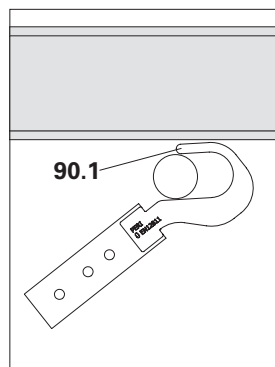

Fig. A11.01a
1. Posizionare l'adattatore per impalcatura sospesa UEH con un angolo di circa 45° e spingere le morse (90.1) tra il tubo e la trave per flangia. Il profilo interno rotondo dell'adattatore per impalcatura sospesa deve essere a contatto con il tubo. (Fig. A11.01a)